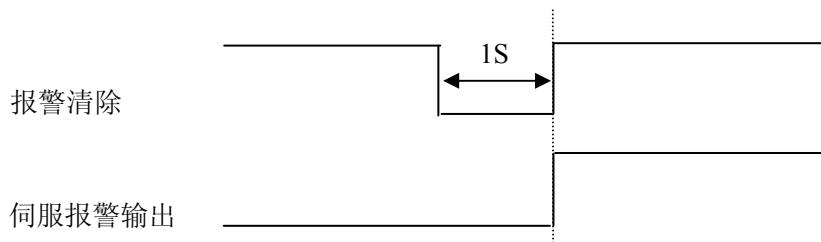

图 5.3 外部报警清除时序图
- 3) 不关断控制电源（三相主电源断开），在清除故障源后，通过报警清除输入信号（ALM_RST），采用外部报警复位方式来清除报警，其时序如图 5.3 所示。复位后驱动器面板上的红灯熄灭（表示报警被清除），伺服报警（ALM）输出 OFF，驱动器 XS5 输入/输出端子故障连锁继电器常开触点闭合。